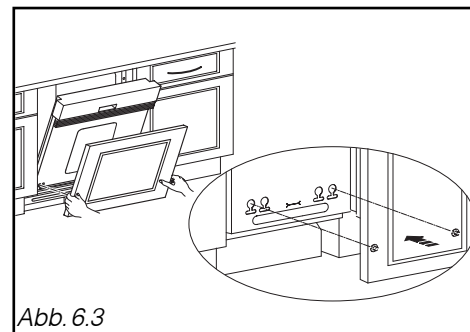

Abb. 6.3
- Positionieren Sie die Türwand: Führen Sie die 2 Schrauben in die Löcher in der Spülmaschinentür ein (Abb. 6.3).
- Drücken Sie die Holzwand gegen die Tür an und drücken bei Bedarf leicht auf Aufsätze (Abb. 6.3).